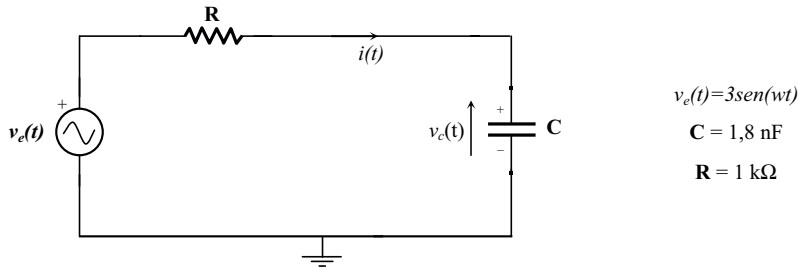

Figura 4. Circuito en régimen estacionario sinusoidal
- 1.- Construir sobre la placa de conexiones el circuito de la figura 4.